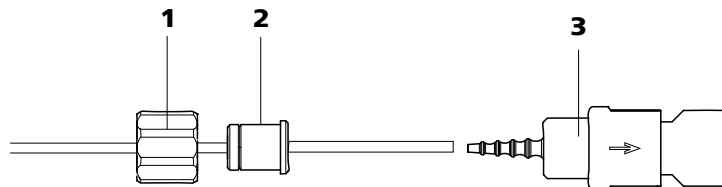

Abbildung 6 Pumpschlauch-Verbindung mit Filter installieren
- **Fall A:** eine Pumpschlauch-Verbindung **mit Filter** 6.2744.180 (siehe Abbildung 6, Seite 17) oder